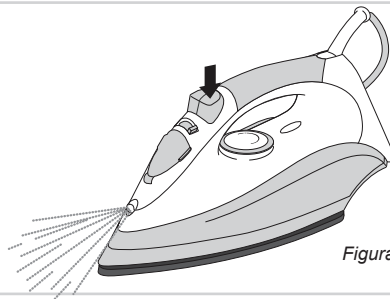

Figura 3
Con la funzione spray è possibile inumidire il tessuto da stirare. In tal modo è possibile eliminare la formazione di eventuali pieghe nel tessuto. È possibile utilizzare lo spray funzione a qualsiasi temperatura premendo la funzione spray manopola (6) (vedere la figura 3).